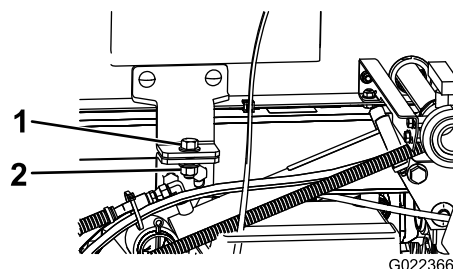

Figura 82
6. Demontați bolțurile de siguranță din partea frontală a saniei (Figura 82).